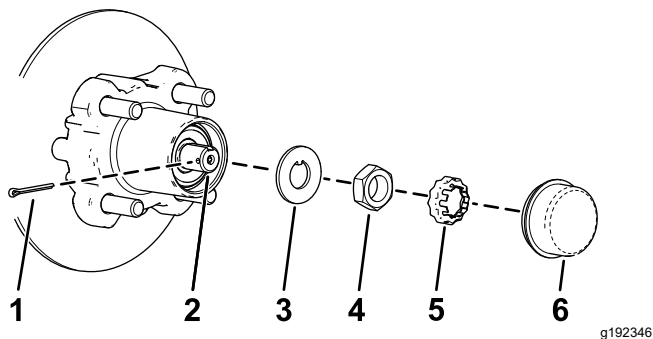
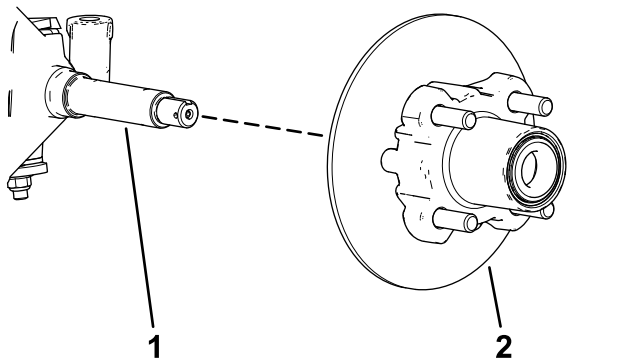

图 30
图 31
4. 从轮毂上卸下防尘盖图 30。
5. 从主轴和主轴螺母上卸下开口销和螺母卡环图 30。
6. 从主轴上卸下主轴螺母将轮毂和转子总成从主轴上分开图 30和图 31。